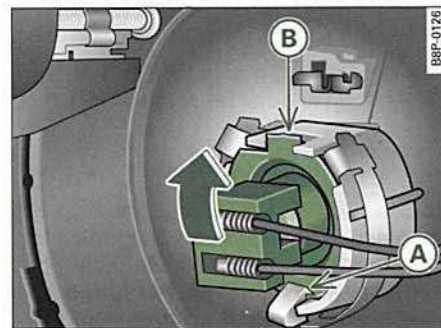

Fig. 250 Carcasa portalámpara: Colocar la lámpara
- Coloque la lámpara en la carcasa portalámpara empezando por abajo ⇒ página 301, fig. 250, en la posición .
- Alce el conector de plástico en el sentido que indica la flecha ⇒ página 301, fig. 250 hasta que la lámpara encastre en el soporte. Si no lo consigue a la primera, corrija la posición de la lámpara de incandescencia.